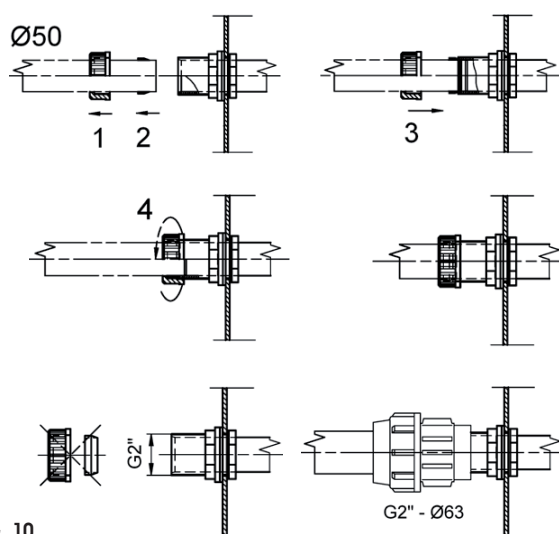

FIG. 10
- Fixer la conduite de refoulement à l'aide du raccord fourni ou de raccords à vis (Voir FIG. 10 dessous et accessoires); elle doit être protégée du gel.